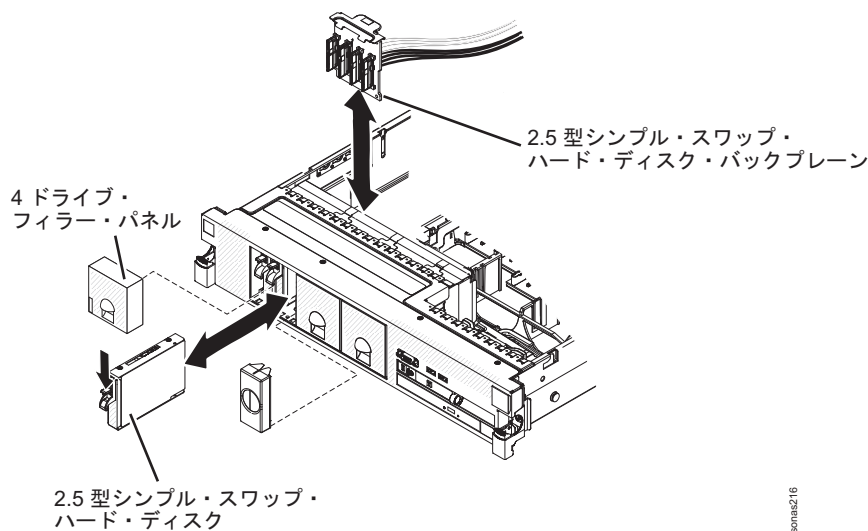

図 38. シンプル・スワップ・ドライブ・アセンブリー
5. 2.5 型シンプル・スワップ・ハード・ディスク・バックプレーンを交換する場合は、ここで取り外します。図 38 を参照してください。